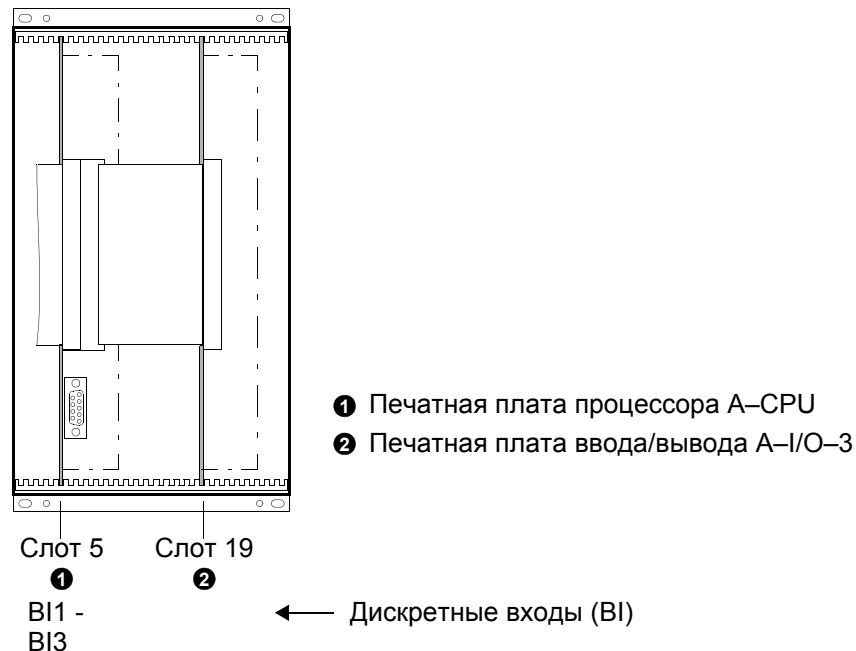

Рисунок 3-5 Вид устройства спереди после снятия передней панели (упрощенный и уменьшенный)
- Осторожно отведите лицевую панель. Лицевая плата подключена к плате CPU с помощью короткого ленточного кабеля. Расположение печатных плат приводится на Рис. 3-5.